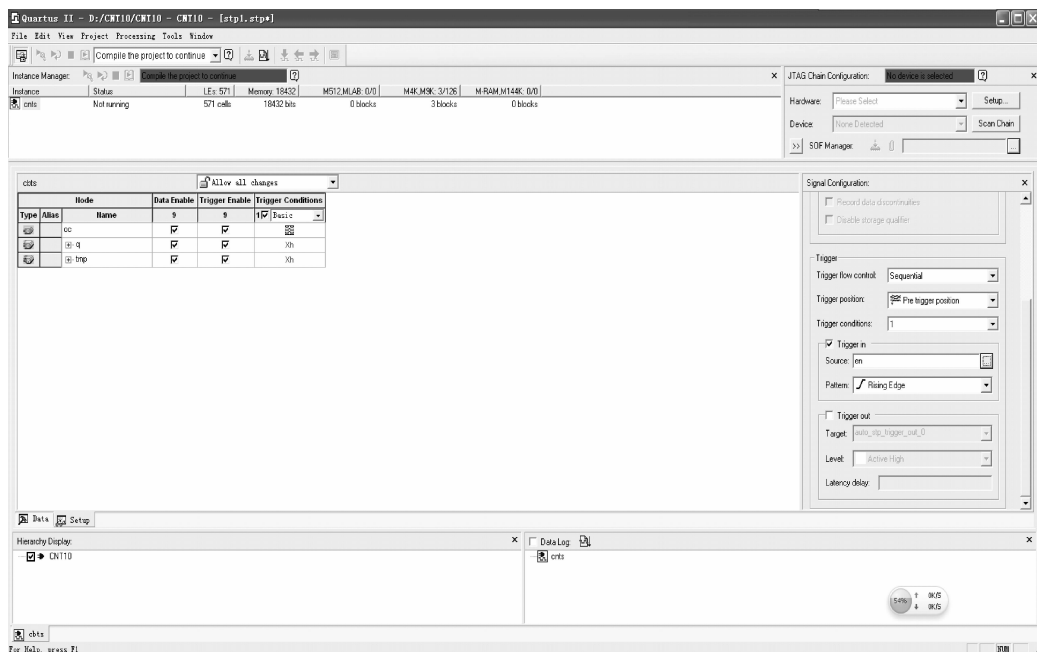
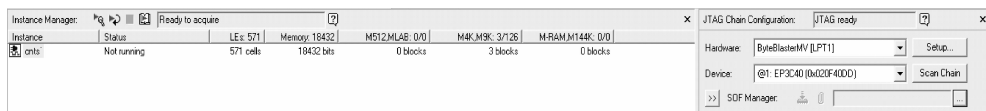

图 3-52 SignalTap II 参数设置
图 3-54 SignalTap II 与实验台通信准备测试
最后是触发信号和触发方式选择。这可以根据具体需求来选定,在 Trigger 框的 Trigger Conditions 栏选择“1”;选中 Trigger in 复选框,并在 Source 栏选择触发信号。在此选择 cnts 工程中的 en 作为触发信号;在 Pattern 栏选择上升沿触发方式(Rising Edge),即当测得 en 的上升沿后,SignalTap II 在 clk 的驱动下根据设置 cnts 信号组的信号进行连续或单次采样。SignalTap II 参数设置后如图 3-52 所示。
然后选择主菜单 Tools 中的 SignalTap II Analyzer,打开 SignalTap II。接着打开实验开发系统的电源,连接 JTAG 口,设定通信模式。单击图 3-52 右上角的 Setup 按钮,选择硬件通信模式 ByteBlasterMV。然后单击下方的 Device 栏的 Scan Chain 按钮,对实验板进行扫描。如果在 Device 栏中出现板上 FPGA 的型号名,如图 3-54 所示,表示系统 JTAG 通信情况正常,可以进行测试。
(6) 启动 SignalTap II 进行采样与分析。如图 3-54 所示,单击 Instance 名“cnts”,再选